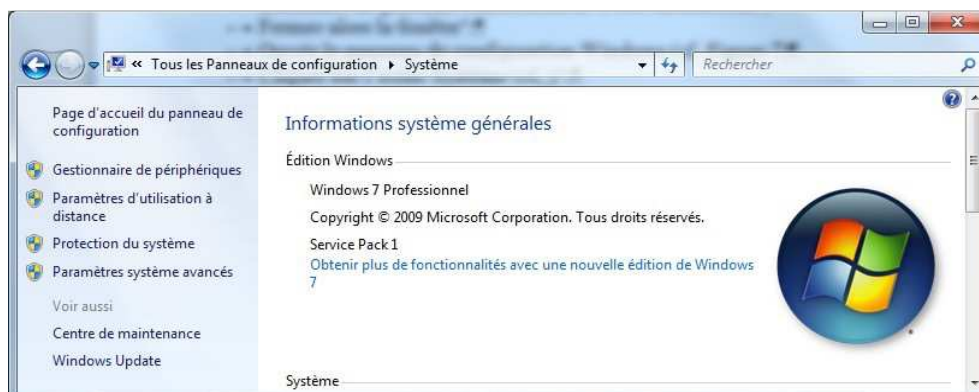

Figure 10 : Panneau de configuration Windows – Système
- Cliquer sur l'icône Système (cf. Figure 10) ;